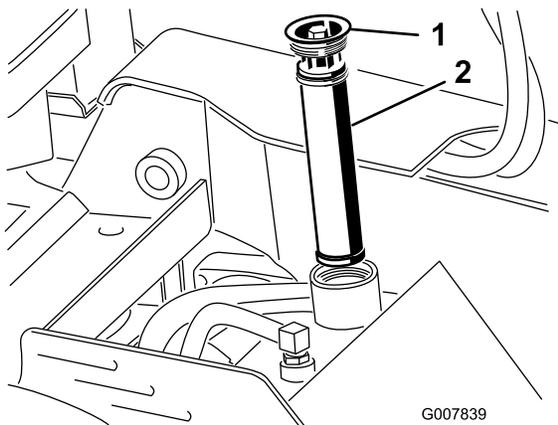

Bild 63
4. Entfernen und entsorgen Sie alten Filter (Bild 63).
5. Setzen Sie den Ersatzhydraulikfilter und den Fülldeckel (Bild 63) ein und ziehen Sie die Schraube oben bis auf 13-15,5 N·m an.
7. Entfernen Sie den Fülldeckel des Hydraulikbehälters und den Filter (Bild 63).
12. Setzen Sie den Hydraulikfilter und den Fülldeckel (Bild 63) ein und ziehen Sie die Schraube oben bis auf 13-15,5 N·m an.